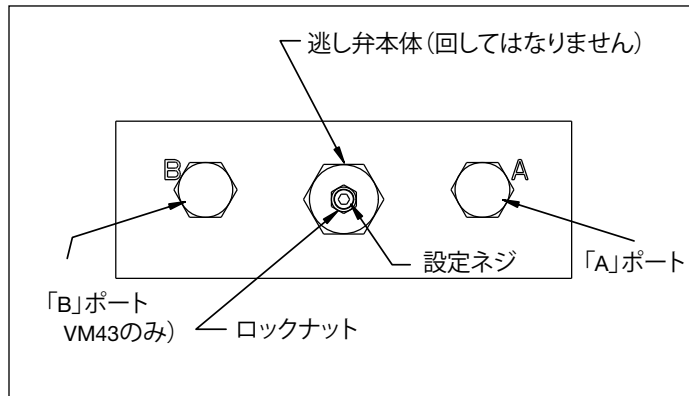

図12、逃し弁 - VM33M、VM43M
1. 「A」ポート (図12) に [0-1,035 バール] (0-15,000 psi) の圧力計を取り付けます